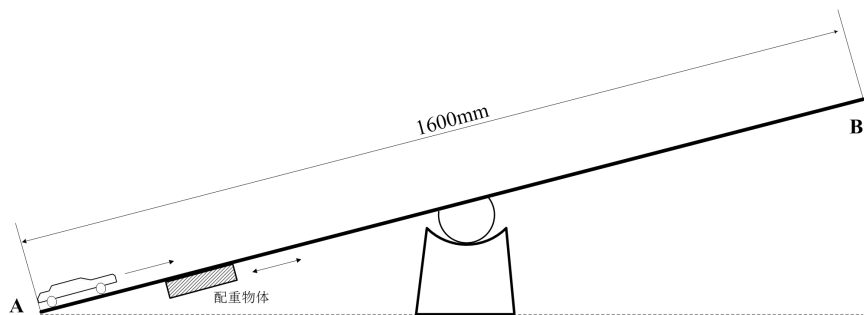
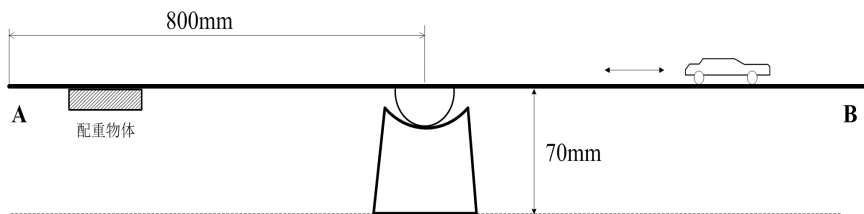

图 1 起始状态示意图
图 2 平衡状态示意图
设计并制作一个电动车跷跷板，要求跷跷板起始端一侧装有可移动的配重物体，配重物体位置可调范围不小于 400mm。电动车从起始端出发，按要求自动在跷跷板上行驶。电动车跷跷板起始状态和平衡状态示意图分别如图 1 和图 2 所示。
- (1) 先将跷跷板固定为水平状态，电动车从起始端 A 位置出发，行驶跷跷板的全程(全程的含义：电动车从起始端 A 出发至车头到达跷跷板顶端 B 位置)。停止 5 秒后，电动车再从跷跷板的 B 端倒退回至跷跷板的起始端 A，电动车能分别显示前进和倒退所用的时间。前进行驶在 1 分钟内、倒退行驶在 1.5 分钟内完成。
- (2) 跷跷板处在图 1 所示的状态下（配重物体位置不限制），电动车从起始端 A 出发，行驶跷跷板的全程。停止 5 秒后，电动车再从跷跷板的 B 端倒退回至跷跷板的起始端 A，电动车能分别显示前进和倒退所用的时间。前进行驶在 1.5 分钟内、倒退行驶在 2 分钟内完成。
2. 跷跷板中心固定在直径不大于 40mm 的圆轴上，圆轴两端支撑在两个支架上，与支架圆滑接触。跷跷板在图 2 所示的平衡状态下，跷跷板底距地面或桌面的距离为 70mm。